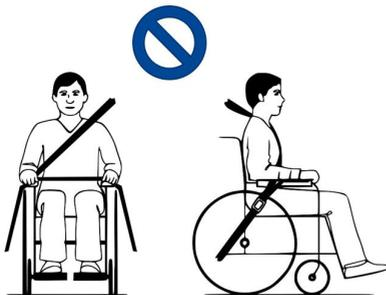

Figura 3
- Accertarsi che le cinghie non siano attorcigliate o tenute lontano dal corpo come mostrato nella Figura 3.